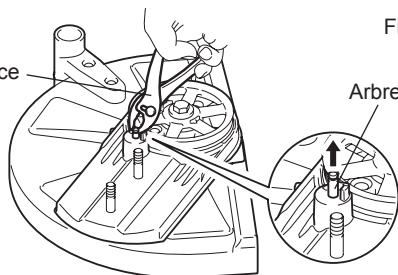

Fig. 3
- Retirez l'arbre de verrouillage à l'aide d'un tournevis pour écrous à fente ou d'une pince. (Fig. 3)